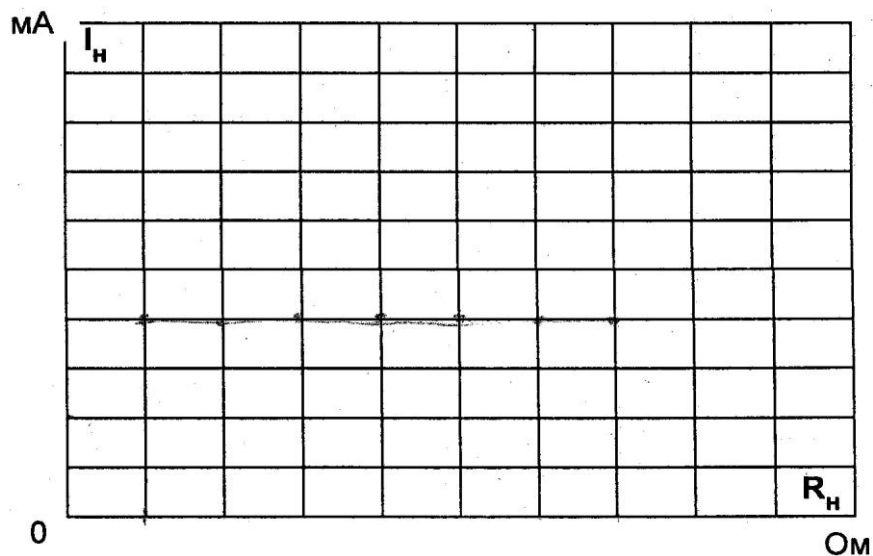
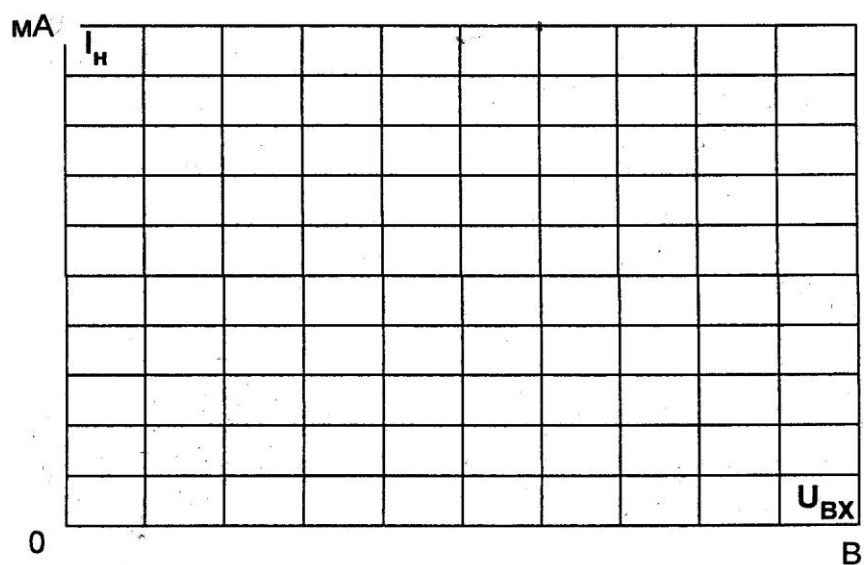

Рис. 5.7.2
Рис. 5.7.3
- На рис. 5.7.2 постройте кривые зависимостей выходного тока от сопротивления нагрузки $I_H = f(R_H)$, а на рис. 5.7.3 - от напряжения на входе регулятора. Не забудьте нанести шкалы по осям!